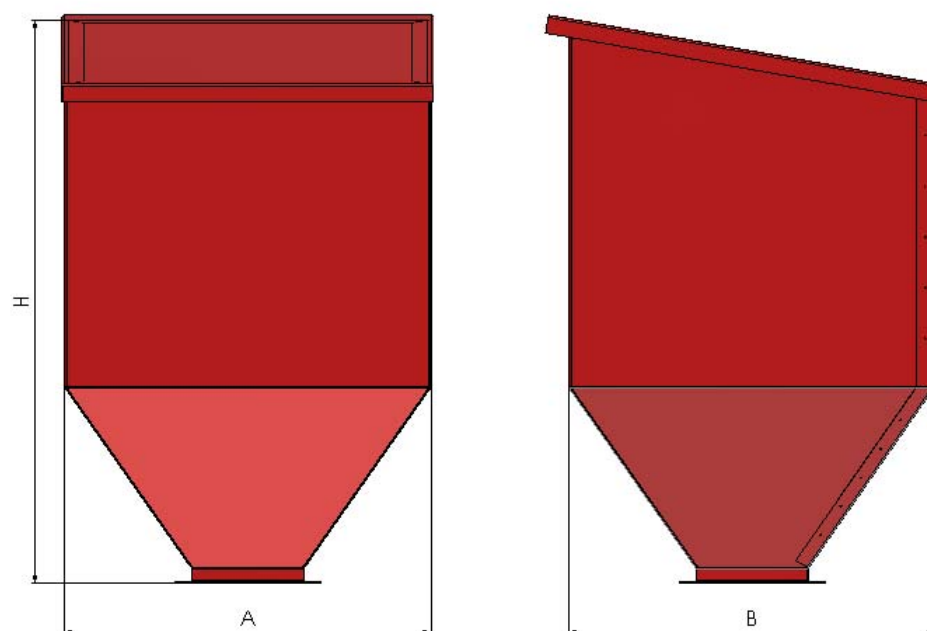

Рисунок 2. Стандартный бункер для котлов TKAN
- **Бункеры большего объема к котлу.** Стандартные бункеры (**рисунок 2**) приведены в таблице размеров, однако если вам необходим бункер с большим объемом. Поставка такого бункера возможна, так же, после поставки котла.